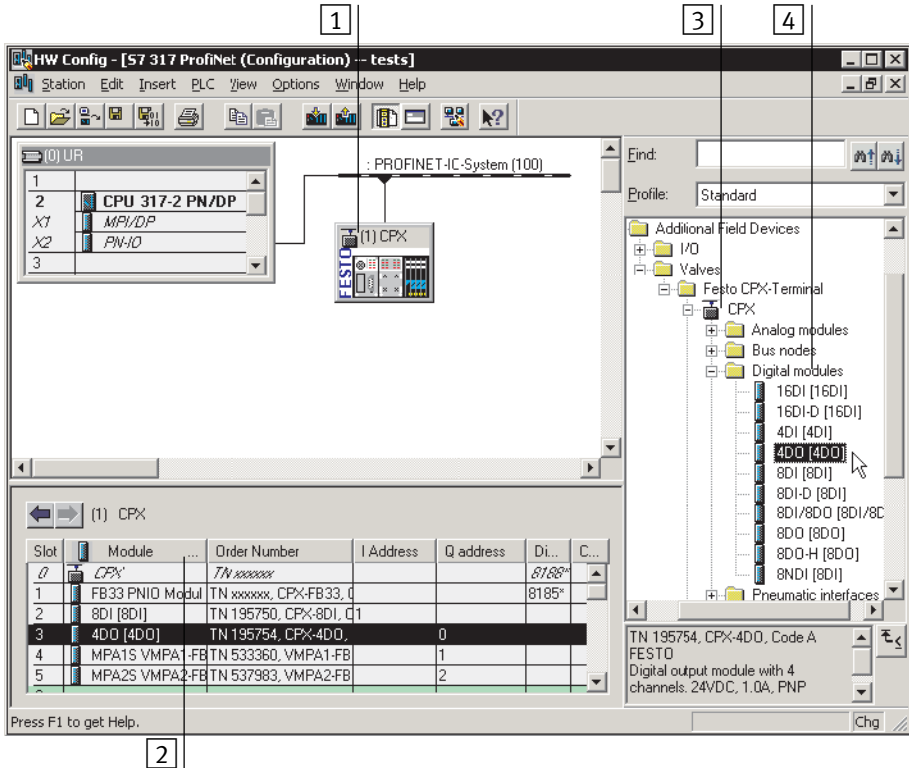

Fig. 2/11 : Configuration du terminal CPX avec Siemens STEP 7 – HW Config
4. Cliquer sur l'icône du terminal CPX à configurer dans la configuration matérielle PROFINET (HW Config, 1) dans Fig. 2/11).
Le tableau de configuration (2) dans Fig. 2/11) s'affiche (sous la représentation schématique du système PROFINET IO). Dans cette zone, agrandir la fenêtre HW-Config.
5. Dans le catalogue matériel, ouvrir le symbole de station (3) correspondant à l'application ainsi que les groupes d'appareils de terrain correspondants ("dossier de modules et de nœuds de bus", 4 dans Fig. 2/11).